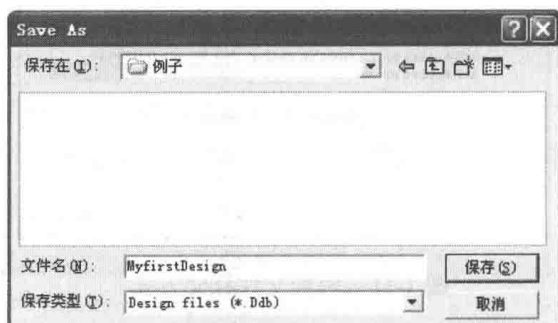

图 1-14 保存设计数据库文件
- [4] 单击 **Browse...** 按钮，打开【Save As】（存储为）对话框，将存储位置定位到指定的硬盘空间上，如图 1-14 所示。